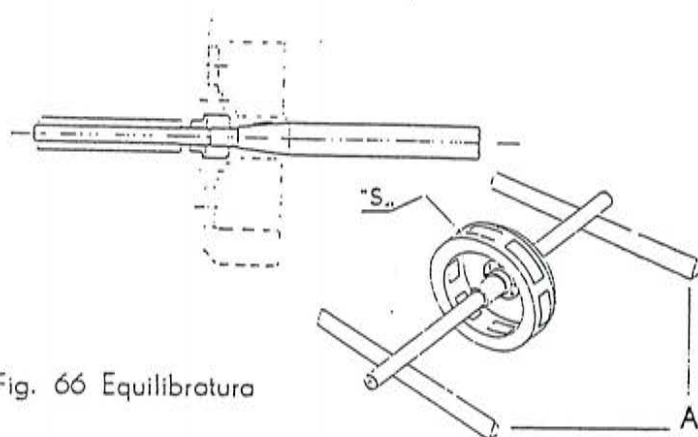

Fig. 66 Equilibratura
7. - Controllare nuovamente la concentricità mediante il mandrino 0015284 ed orologio comparatore (vedi fig. 66).